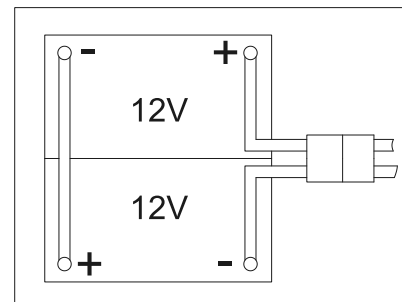

Figura 3
La máquina requiere dos baterías de 12 V, conectadas según el diagrama (Figura 3).
4. Abra la tapa del depósito de recogida (1) y comprueba si el depósito de recogida (25) está vacío; de lo contrario vacíelo mediante la manguera de desagüe (22).
5. Cierre la tapa del depósito de recogida (1).
6. Vuelque el depósito de recogida con cuidado (25).
8. Pase e instale el cable de las baterías como se indica (en la Figura 3), luego apriete cuidadosamente la tuerca en cada uno de los terminales de la batería.
9. Coloque la tapa protectora en cada terminal, a continuación, conecte el conector de la batería (38).
10. Baje con cuidado el depósito de recogida (25).